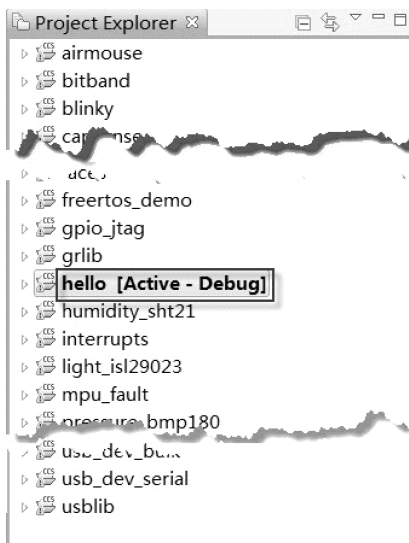

图 1-8 使 hello 工程处于激活状态
① 左键单击某工程来激活该工程，比如激活的 hello 工程如图 1-8 所示。